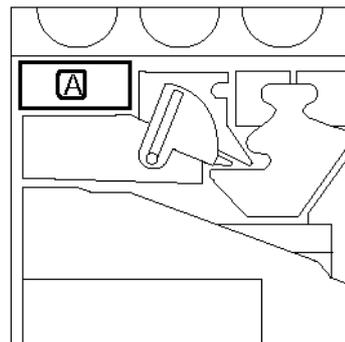

Fig. 15: Posizione del vecchio contenitore di raccolta del toner usato
- 3 Individuare la posizione del contenitore (area A in Fig. 15) nella parte superiore sinistra della copiatrice/stampante.